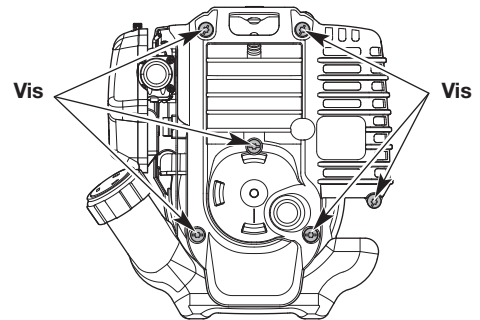

Fig. 19
2. Retirez les 6 vis du capot moteur avec un tournevis à tête plate ou un tournevis T-25 Torx (Fig. 19). Retirez le capot moteur.